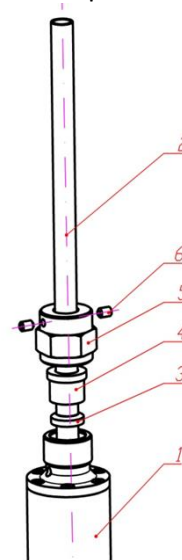

Рисунок 1
5.2 Насадка подогреваемая крепится на топливозаборную трубку штатного топливозаборника, установленного в топливный бак вертикально (рис.1,2).
гайку 5, втулку 4 и резиновое кольцо 3 (рис.1) из комплекта насадки. Конец топливозаборной трубки 2 с кольцом 3 введите до упора в отверстие корпуса насадки 1 (конец трубки $\varnothing$ 10 мм должен войти в отверстие $\varnothing$ 10,5, конец трубки $\varnothing$ 12 мм должен войти в отверстие $\varnothing$ 12,5 мм). Установите в корпус втулку 4 и закрутите до упора гайку 5, герметично уплотнив, таким образом, соединение топливозаборной трубки с насадкой. Зафиксируйте положение закрученной гайки 5 стопорными винтами 6. Для надежной герметизации, особенно при наличии дефектов на топливозаборной трубке, рекомендуется использовать второе кольцо аналогичное кольцу 3 (рис.1) из комплекта насадки и дополнительно нанести на уплотнительные кольца бензостойкий герметик.